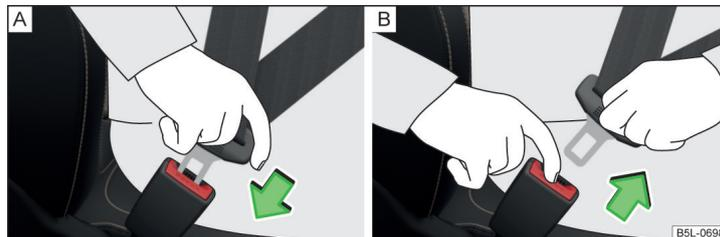

Fig. 7 Colocar y quitar el cinturón de seguridad
- Introduzca la lengüeta en el cierre correspondiente al asiento » fig. 7 - [A] hasta que se oiga que encaja.
- Agarrar la lengüeta del cinturón y pulsar la tecla roja en el cierre del cinturón » fig. 7 - [B], la lengüeta del cinturón saldrá disparada.